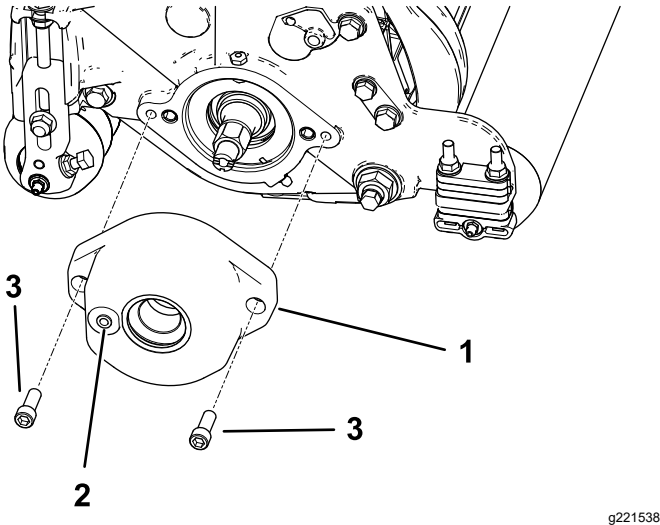

Figura 4
2. Para el Modelo 03408 solamente: Monte el alojamiento del cepillo del rodillo en el alojamiento del cojinete del molinete con 2 pernos de cabeza hueca hexagonal ($\frac{3}{8}$ " x 1"); consulte Figura 4.